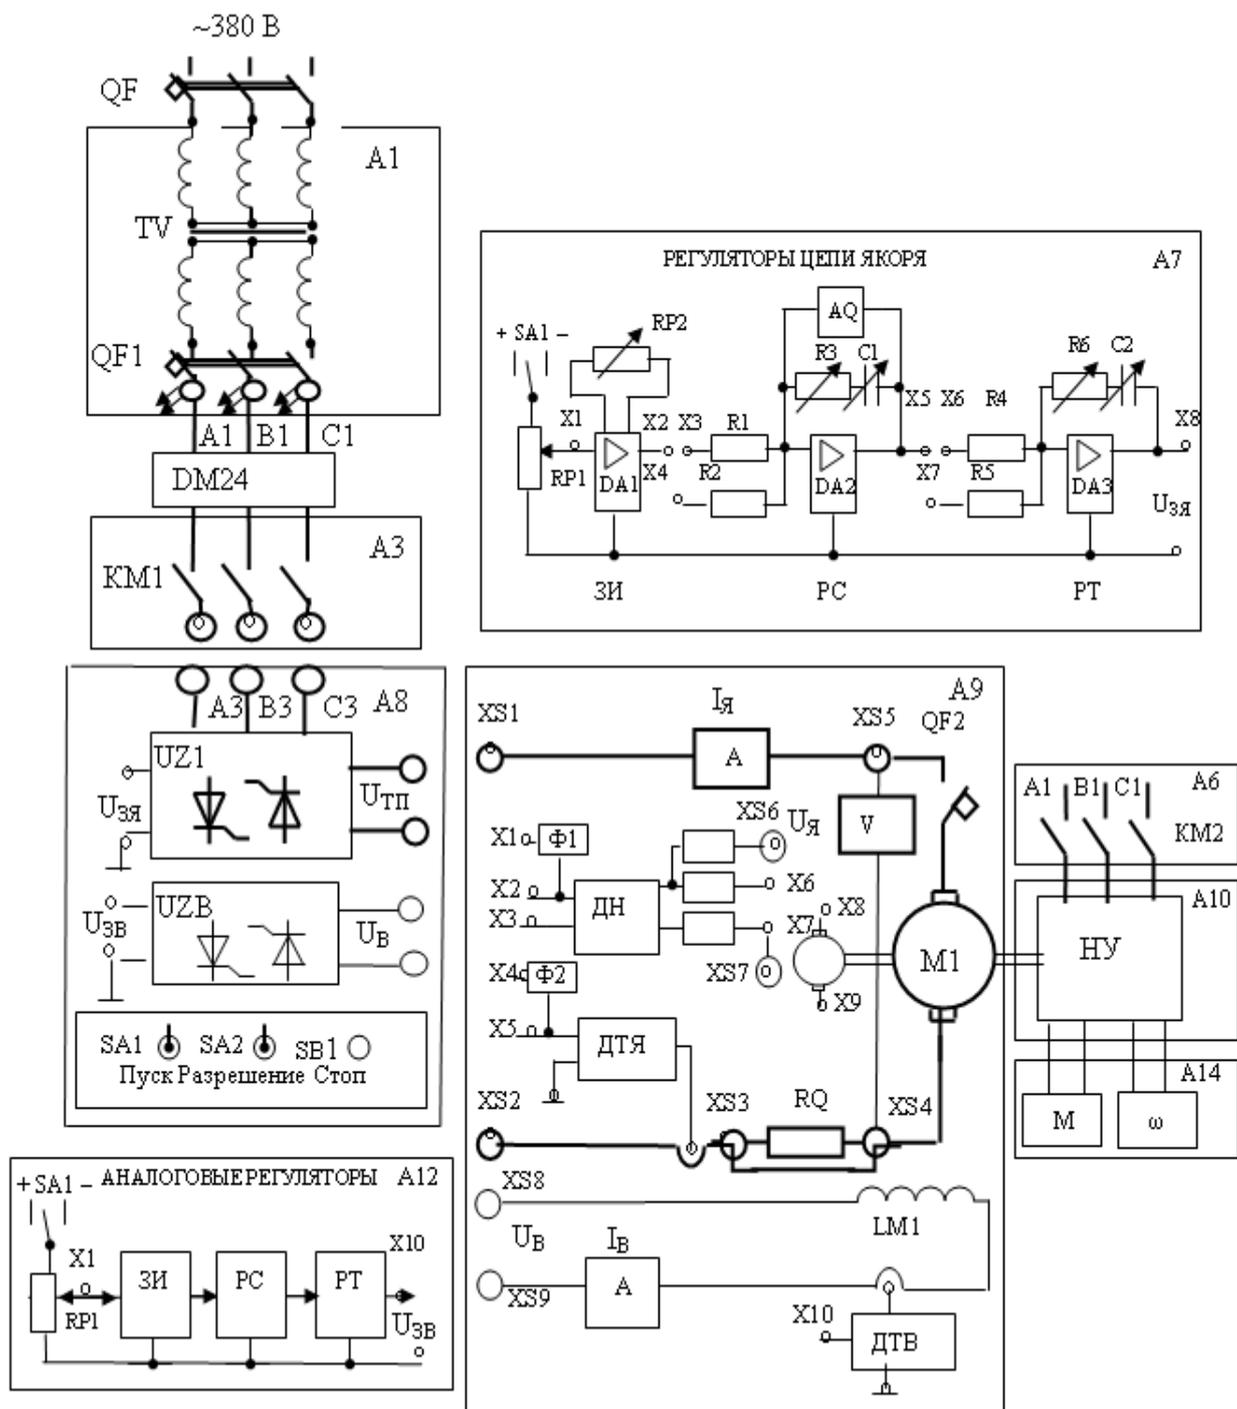

Рисунок 11 – Схема к лабораторным работам 2 и 3
- подключить выходы тахогенератора X8, X9 к входам X6, X7 датчика напряжения ДН (см. рисунок 11);